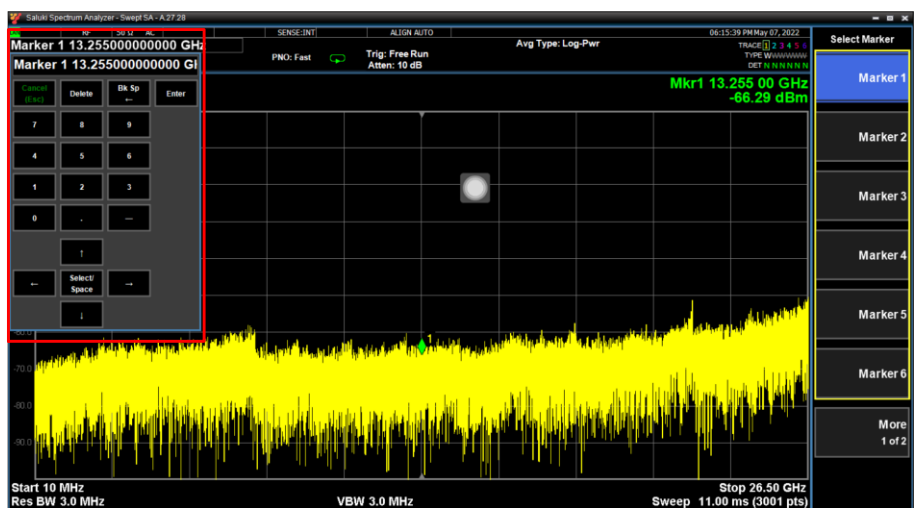

图9. 左侧数字软键盘输入
点击测量条区域④可以直接进行数字输入。这种方法主要用于在光标 (Marker) 或迹线 (Trace) 等标签上进行精确操作的情况，例如，精确设置中心频率 (如图 9 所示)。